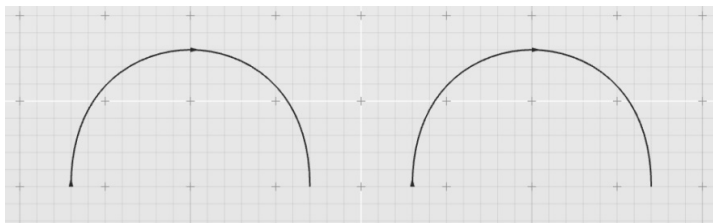

图 3-87 打开练习文件
1) 打开素材文件夹“练习（3.4.6_1）”中的 Evolve 文件，激活顶视图，视图中有两组相同形状的曲线，且分别首尾相连，如图 3-87 所示。